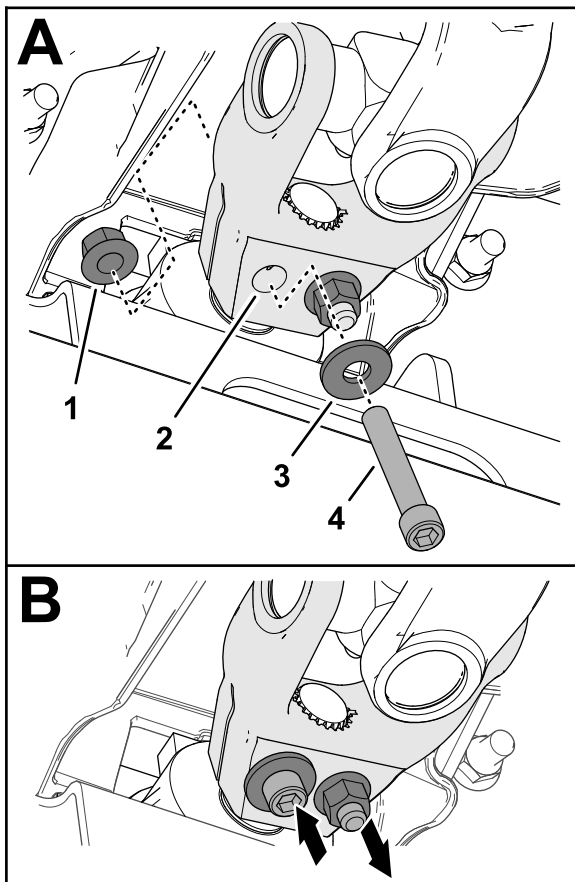

図 19
6. ソケットヘッドキャップスクリュ $\frac{3}{8}$ x $2\frac{1}{4}$ "にワッシャ $\frac{3}{8}$ "を通し、駆動シャフトのヨークの穴 図 19に通して、フランジロックナット $\frac{3}{8}$ "で固定する。
- ソケットヘッドキャップスクリュー $\frac{3}{8}$ " x $2\frac{1}{4}$ "にワッシャ $\frac{3}{8}$ "を通し、駆動シャフトのヨークの穴 図 19 に逆方向から通して、フランジロックナット $\frac{3}{8}$ "で固定する。